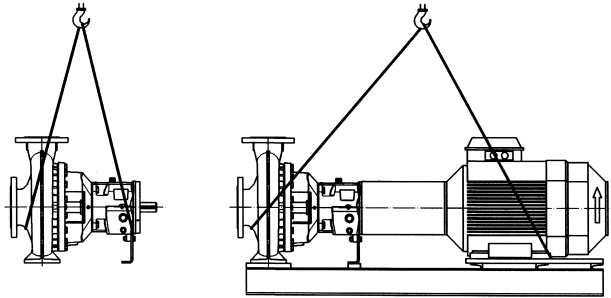

Bild 2
- Das Anheben der Pumpe / des Aggregates darf nur an stabilen Aufhängungspunkten wie Gehäuse, Stützen, Rahmen erfolgen. Bild 2 zeigt die richtige Handhabung bei Krantransport.